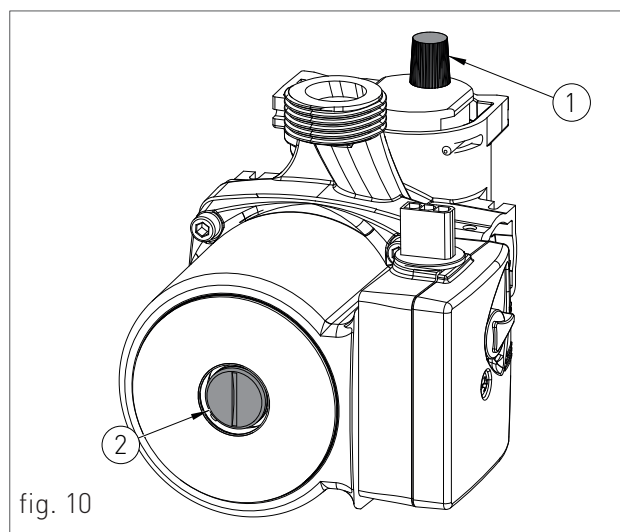

fig. 10
2. Desserrer légèrement le bouchon du purgeur d'air du circulateur (1-fig. 10) pour évacuer l'air du système ;
8. Desserrer le bouchon du circulateur (2-fig.10) pour évacuer toutes les bulles d'air et le fermer pour éviter toute fuite d'eau ;